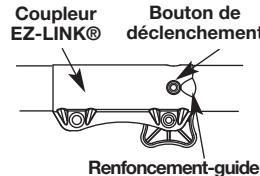

Fig. 3
2. Appuyez sur le bouton de déclenchement et maintenez-le enfoncé (Fig. 3).